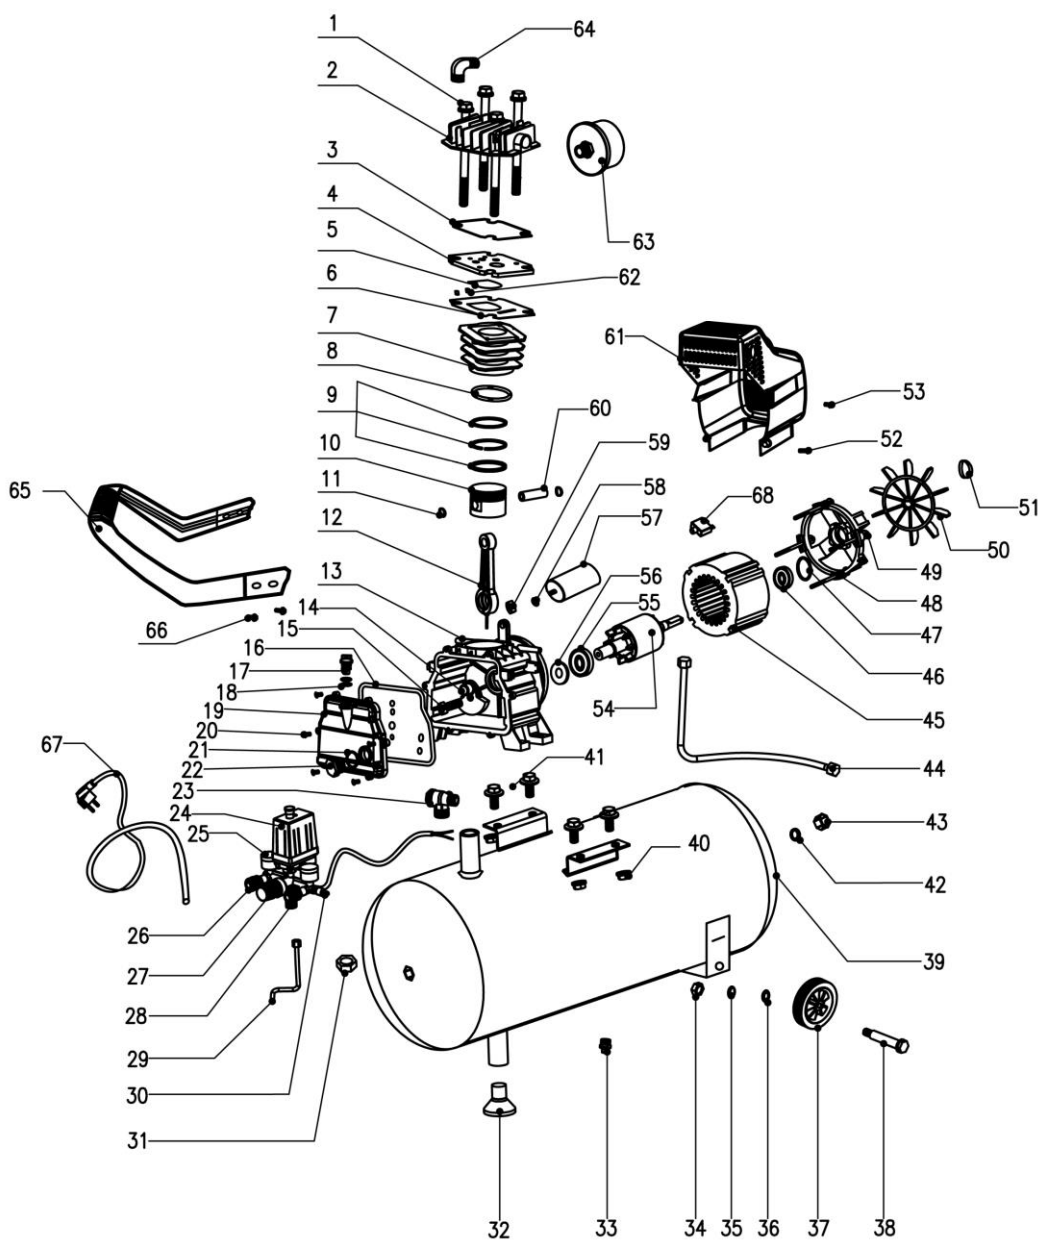

Abbildung 4
- Der Ölstand (Abb. 4 Pos. 20) sollte alle 20 Betriebsstunden überprüft und falls nötig nachgefüllt werden.
Kontrollieren Sie regelmäßig den Ölstand und füllen Sie bei Bedarf Kompressorenöl nach. Den optimalen Ölstand können Sie am Schauglas (Abb. 4 Pos. 13) ablesen. Der optimale Ölstand ist durch die rote Markierung gekennzeichnet. Wird die rote Markierung überschritten, befindet sich zu viel Öl im Tank.
5. Öffnen Sie die Ölablass-Schraube unterhalb des Schauglases (Abb. 4 Pos. 13) mit einem Ring- oder Steckschlüssel und lassen Sie das Altöl vollständig ablaufen.